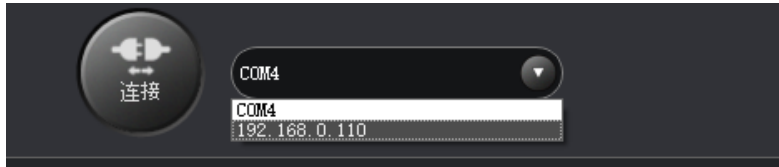

图 5.159 机械臂 IP 地址
**步骤 8** 待2秒左右后，在DobotStudio界面的左上方的串口下拉菜单会显示IP地址，选中此IP地址，并单击“连接”，如图 5.159所示。